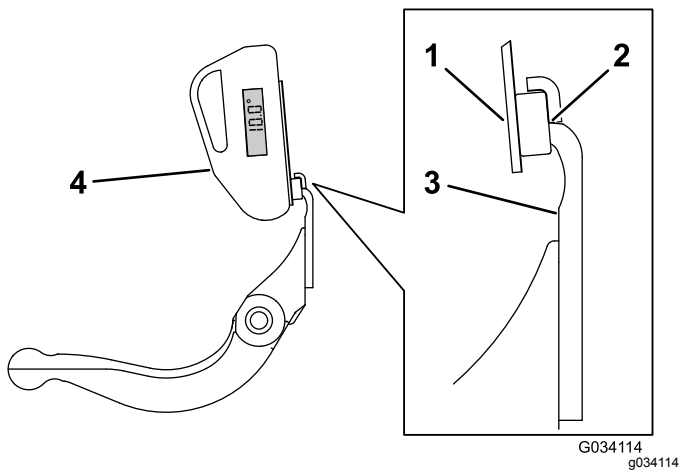

图29
3. 将角度指示器底座放在底刀边缘上以使磁体边缘与底刀边缘紧密配合图29。
4. 如 图29 所示将角度指示器放置到底座上。